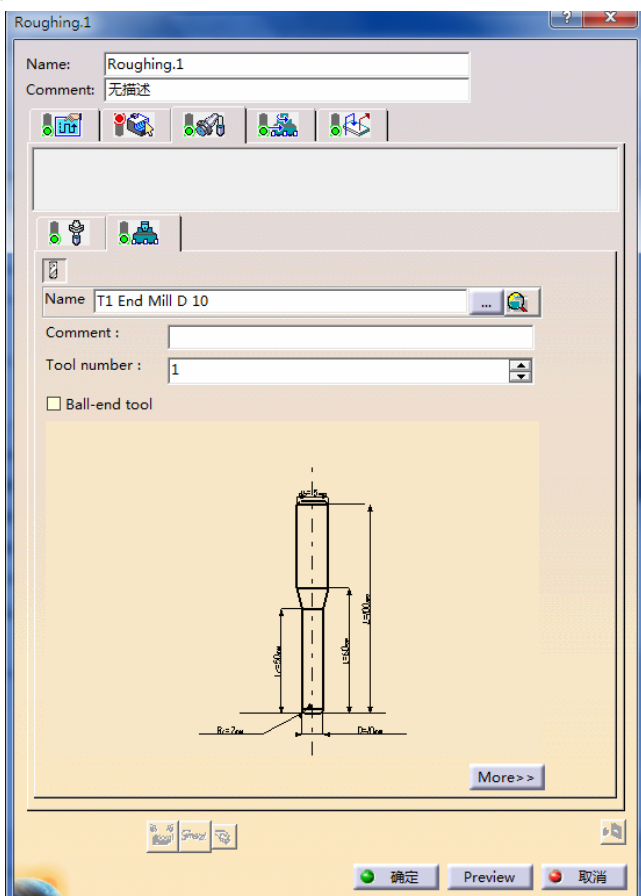

图 5-82 刀具参数选项卡 (2)
- 单击 “Roughing.1” 对话框中的 ，切换到刀具参数选项卡 (2)，在 “Name” 文本框中输入 “T1 End Mill D10”，取消 “Ball-end tool” 复选框，如图 5-82 所示。